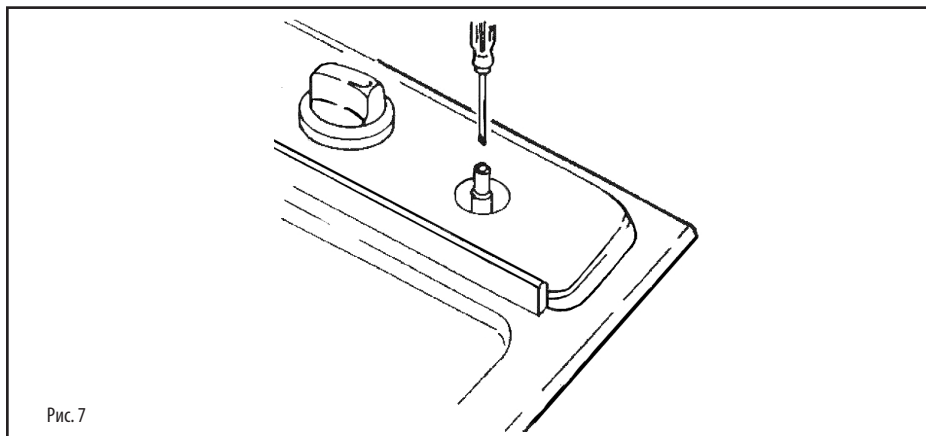

Рис. 7
- регулировку пламени на минимум, поворачивая отверткой винт установленный на кране (Рис.7), после его установки в минимальное положение. Для сжиженного нефтяного газа (пропан-бутана) затяните винт до упора,